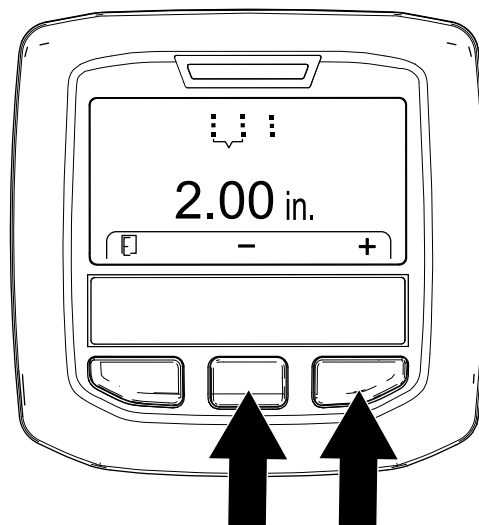

Рисунок 56
5. Отрегулируйте расстояние между проколами (Рисунок 56) следующим образом: